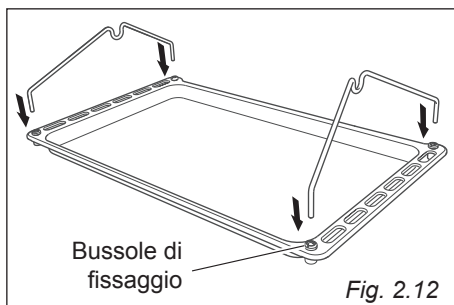

Fig. 2.12
1. Preparare il supporto girarrostro (fig. 2.12).